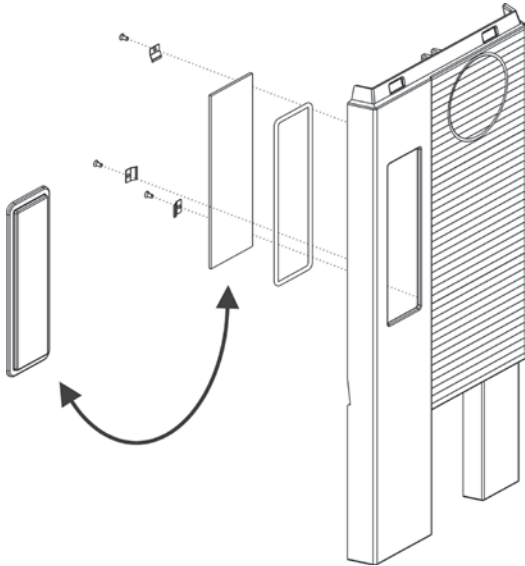

Bild 1: Byte av sidoglas mot gjutjärnsplatta
1. Om kaminen skall placeras så att ett eller två sidoglas skall ersättas med plattor av gjutjärn monteras dessa enligt Bild 1. Detta gäller även om kaminen skall förses med **bredda** täljstensidor.
2. Om du valt dom breda täljstenssidorna ska sidoglasen först bytas ut mot plattor i gjutjärn, se bild 1.